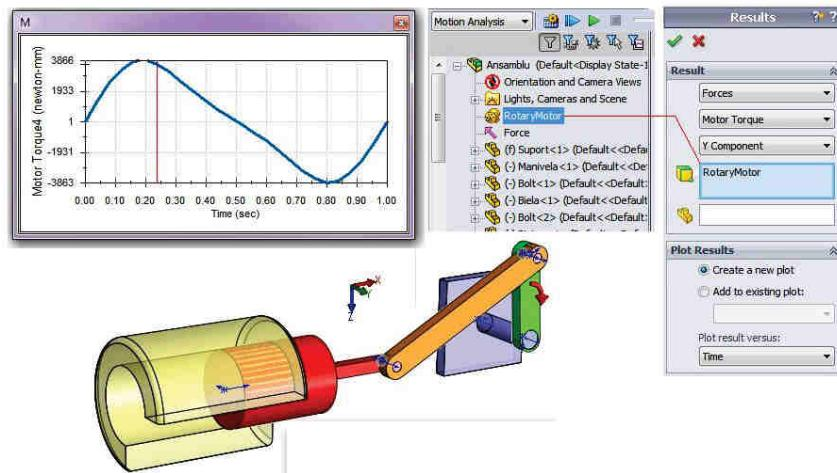

Fig. 17.45
- Click **Results and Plots** pentru a afișa variația curbei momentului motorului **M** funcție de timp, fig. 17.45.
- Click **Results and Plots** to view the motor torque curve **M** as a function of time, fig. 17.45.
- Pentru câmpul Select rotational motor to create results, se va selecta motorul rotativ de acționare creat în cadrul aplicației, ca în fig. 17.45.
Din fig. 17.45 se observă că momentul se încadrează între limitele maximă/minimă: 3866 N-mm și -3863 N-mm.
- Under Select rotational motor to create results, select the motor created for the application, like the fig. 17.45.
Fig. 17.45 shows the maximal/minimal motor torque values: 3866 N-mm and -3863 N-mm.